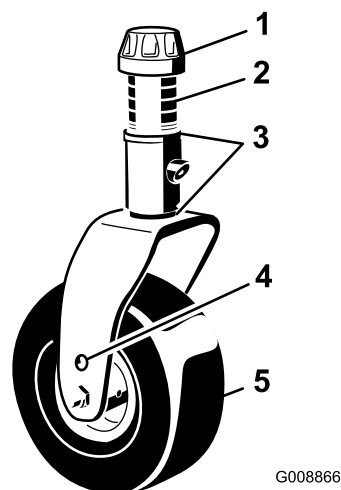

Figure 107
1. Enlevez le chapeau de tension de l'axe de pivot et sortez l'axe du bras de la roue pivotante (Figure 107).
Retirez le chapeau de tension et la fourche de la roue pivotante (Figure 107).